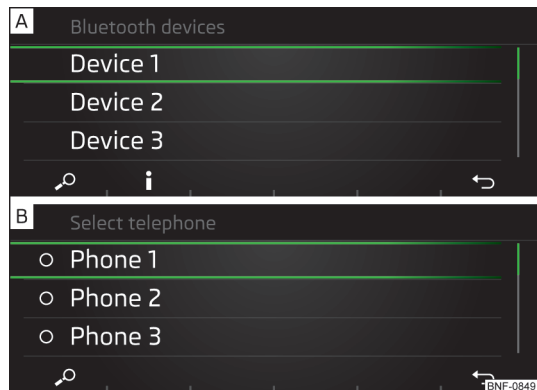

Fig. 110
- Selezionare nell'elenco dei dispositivi Bluetooth® esterni trovati, selezionare il telefono desiderato » fig. 110 - [A].
- Per la **visualizzazione** delle informazioni sull'instaurazione del collegamento ad un dispositivo esterno Bluetooth® premere il tasto funzione » fig. 110 - [A].
- Selezionare nell'elenco visualizzato il telefono » fig. 110 - [B] o il dispositivo esterno Bluetooth® » fig. 118 a pag. 92 - [A] desiderati.